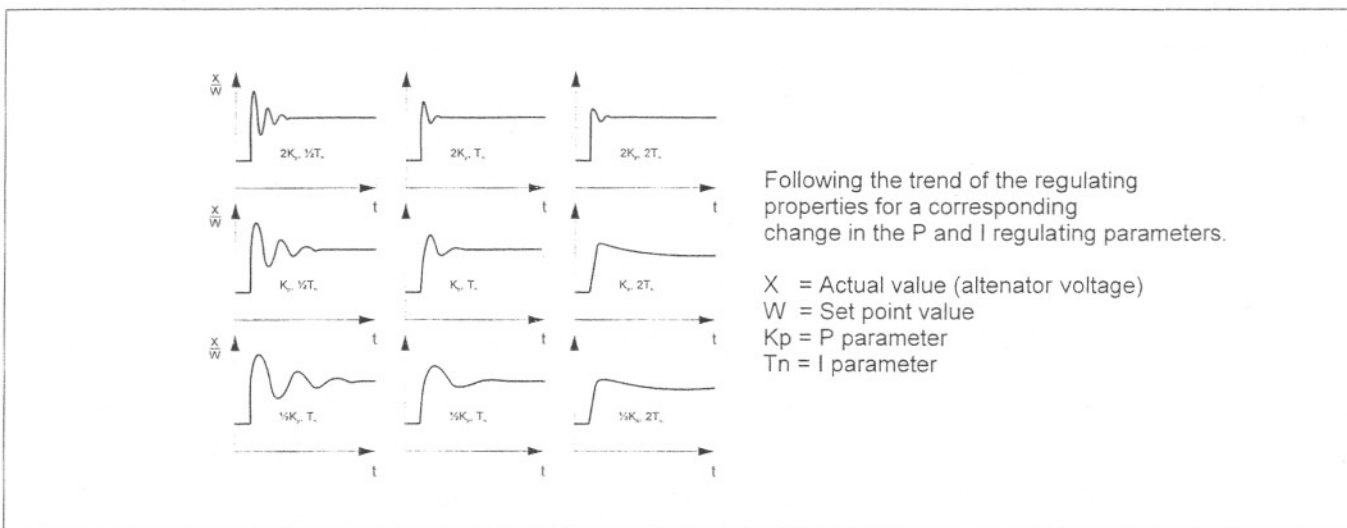

Рис.5–Динамика изменения регулируемых параметров
**(Рис.5 – Динамика изменения регулируемых параметров)**